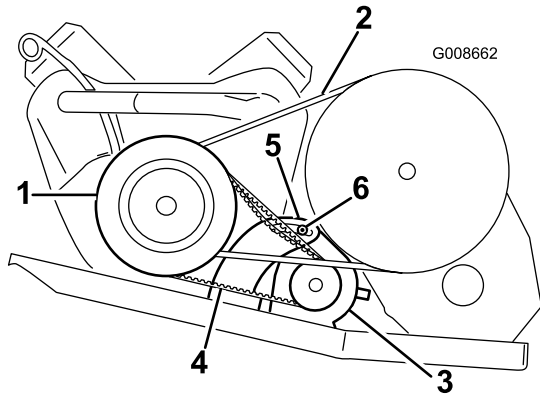

Figure 47
2. Desserrez l'écrou de pivot de l'alternateur du démarreur (Figure 47).
4. Inclinez le démarreur dans l'encoche jusqu'à ce que la courroie présente une flèche de 6 mm quand une force de 44 N est exercée (Figure 47).
5. Serrez l'écrou d'alternateur de démarreur et enlevez le levier (Figure 47). Serrez l'écrou à un couple de 88 à 115 Nm.